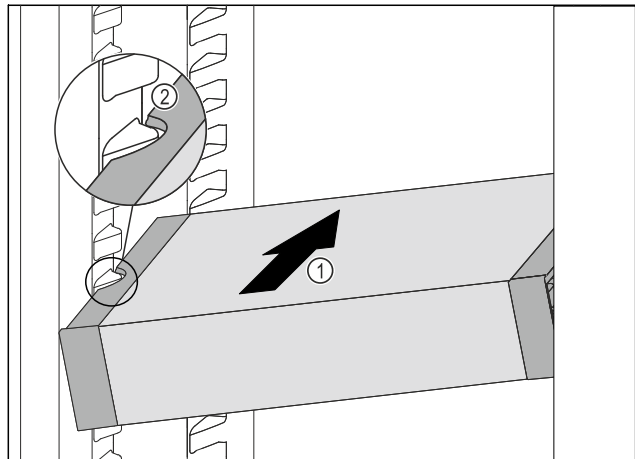

Fig. 45
- ▶ Вдвигайте VarioSafe под наклоном в холодильное отделение Fig. 45 (1), пока боковые выемки Fig. 45 (2) VarioSafe не окажутся на высоте выступа резервуара в холодильном отделении.